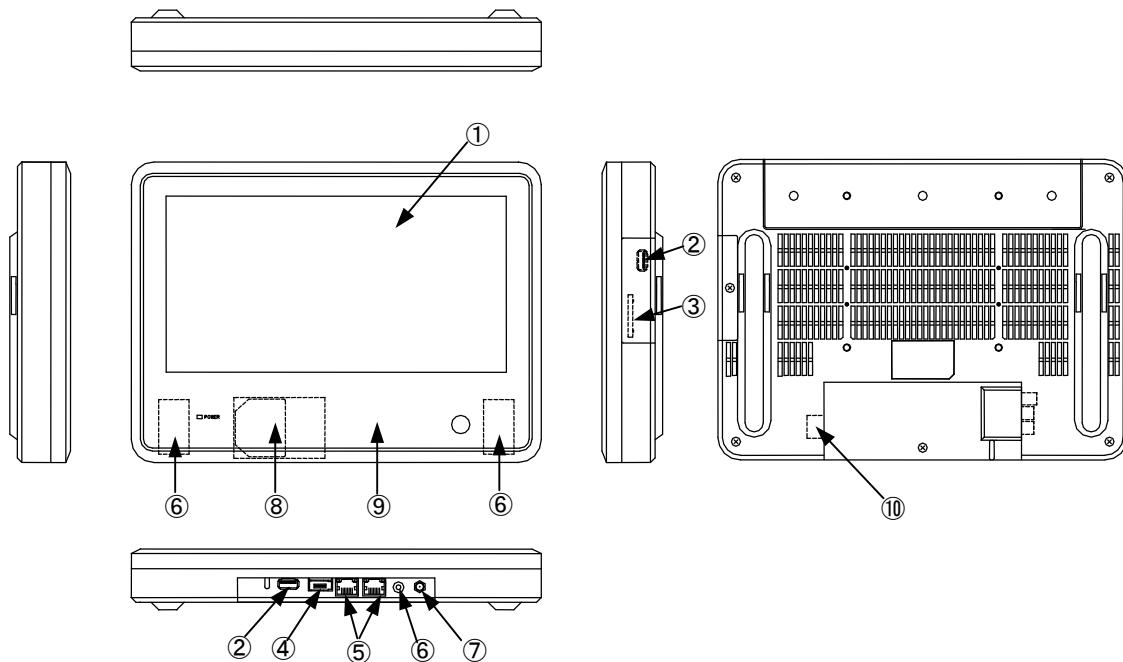

図 3-1-1. 外形図 (AS450A)
AS シリーズ本体 (AS450A) の外観図を図 3-1-1 に示します。各部名称を表 3-1-1 に示します。
一般的な Windows と同様に、デスクトップ表示、アプリケーション表示を行います。AS シリーズでは LCD (図 3-1-1 ①) ヘデスクトップ表示を行います。
COM1	SIO (図 3-1-1 ④) アプリケーションでシリアル通信に使用できます。
ローカルエリア接続	LAN1, LAN2 (図 3-1-1 ⑤)
汎用入出力	汎用の入出力です。 入力6点、出力4点を制御できます。 (図3-1-1 ⑩)